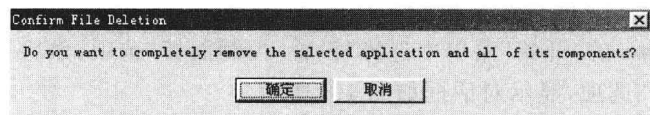

图 1-10 “卸载确认”对话框
③ 选择“Remove”单选按钮后单击“Next”按钮,将显示如图 1-10 所示对话框。
④ 单击“确定”按钮,开始卸载。在卸载过程中,若想终止卸载,可单击“取消”按钮。